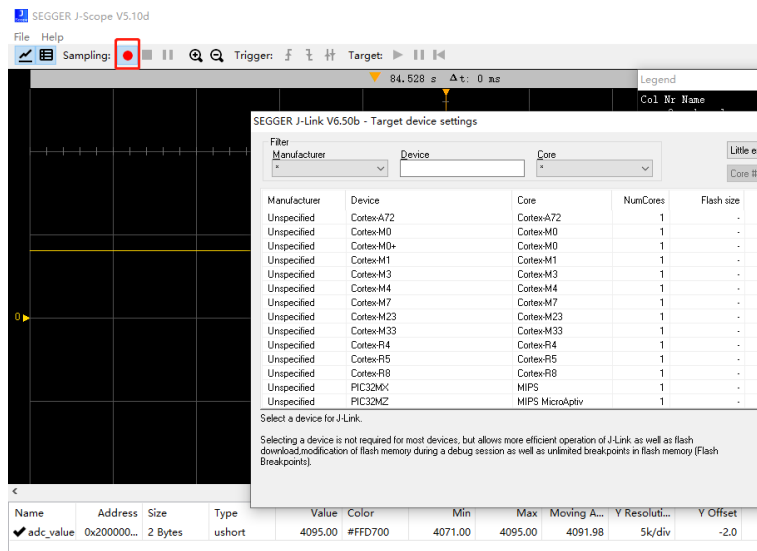
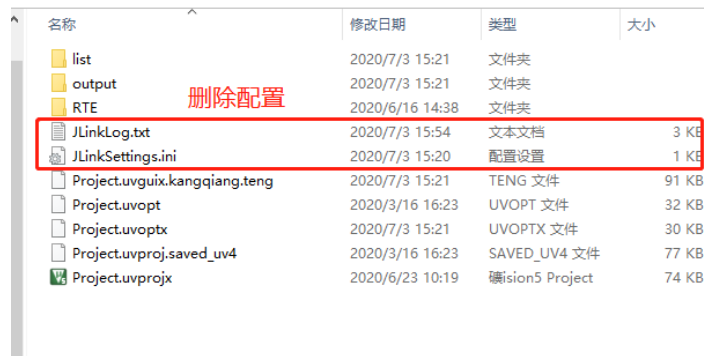

图 10
图 13
4. 若以上判定均不是，可以先使用前文所述，使用 jlink cmd 连接目标芯片，查看是否连接成功，若连接成功表示芯片是 OK 的，如图 13 所示需要将 MDK 工程目录下的 jlink 配置删除掉，从新打开软件或者从新在此配置的左下角点击扫描 device 设备。如图 10 所示在跳出的 unknown 设备提示框下，点击“ok”后选好对应的 mcu 型号或者对应的内核。若连接也不成功可查看 1 和 2 。